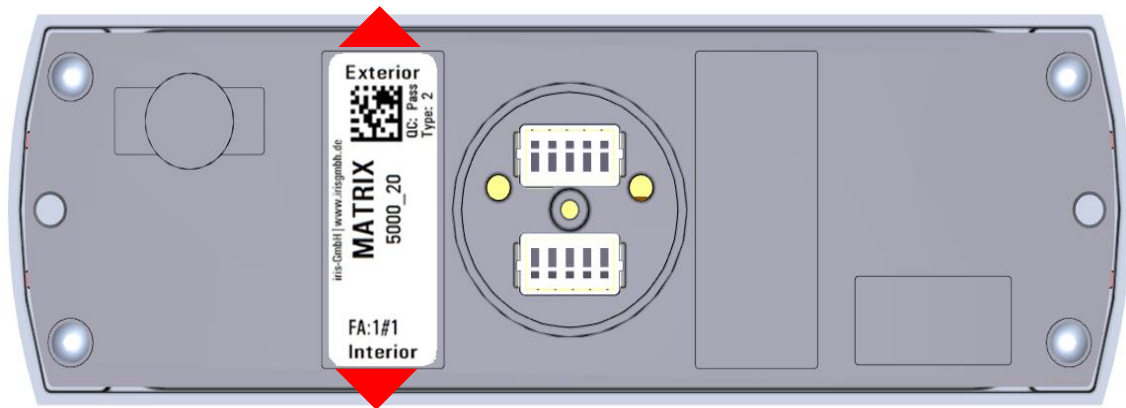

Рис. 5: Этикетка на обратной стороне датчика: соблюдайте ориентацию монтажа!
- Ориентация монтажа датчика должна соответствовать маркировке на обратной стороне корпуса, см. рис. 5:
Убедитесь в правильности ориентации датчика, см. рис. 5 на стр. 16.